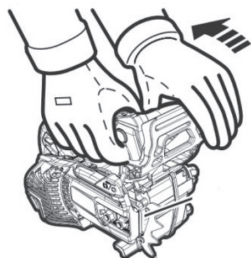

Рис. 17
1. Разблокируйте инерционный тормоз, переместив рычаг тормоза в сторону оператора Рис. 17.